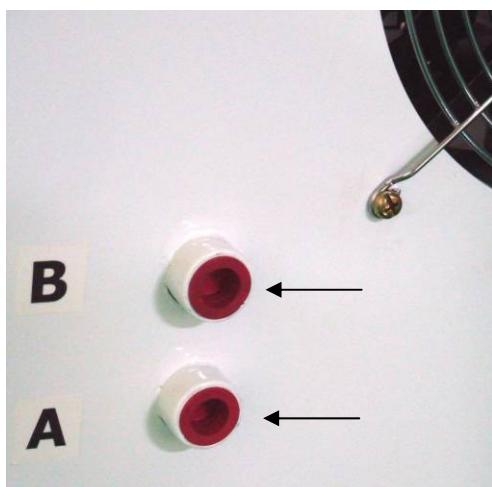

図 2
5.3.2 設備の後ろ側にある A、B ポートのキャップをはずし、手順に従って油圧ホスを取り付けてください(図 2、3)。